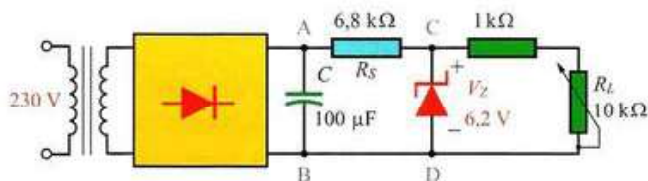

Figura 13.31.
13.2. Fuente de alimentación estabilizada con diodo Zener. En la Figura 13.31 se muestra el circuito correspondiente a una fuente de alimentación estabilizada. El puente rectificador y el filtro con condensador consiguen una tensión continua con una tensión de rizado determinada. El efecto combinado del diodo Zener y la resistencia de polarización consigue reducir la tensión de rizado a valores muy pequeños y estabilizar la tensión en la carga, aunque esta se modifique.